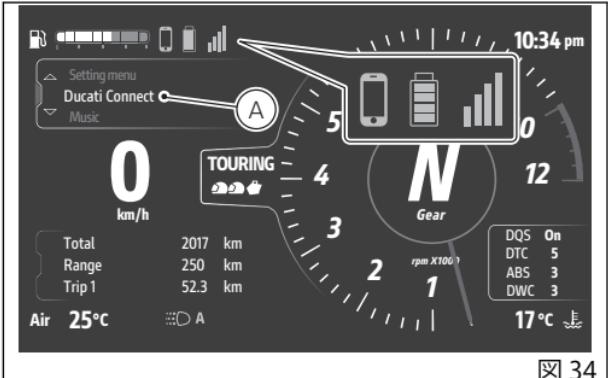

図 34
- ジョイスティック ▲▼ を使用して、インストルメントパネルのインターラクティブメニューから「Ducati Connect」を選択し、「ENTER」を押します (A、図 34)。
- ジョイスティックを使用して、インストルメントパネルのインタラクティブメニューから「Ducati Connect」を選択し、「ENTER」を押します(A、図34)。